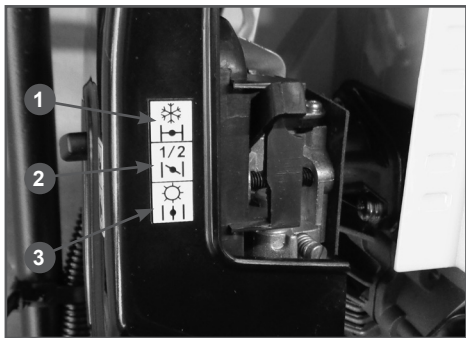

Рис. 6 Рычаг воздушной заслонки
4. Закройте воздушную заслонку. Для этого рычаг заслонки переведите в положение 1 (Рис. 6).
8. После запуска переведите двигатель в режим холостого хода. Для этого освободите фиксатор курка газа (D) быстро нажав и отпустив курок газа. Прогрейте двигатель в течение около 30 секунд (рычаг воздушной заслонки при этом находится в положении 2 (Рис. 6)), затем прогрейте двигатель в течение еще около одной минуты (рычаг воздушной заслонки находится в положении 3 (Рис. 6)).
*В зависимости от температуры окружающей среды время прогрева двигателя может меняться. Определить, что двигатель прогрелся, можно по следующим признакам: двигатель устойчиво работает на холостых оборотах при полностью открытой воздушной заслонке (рычаг воздушной заслонки находится в положении 3(Рис.6)) и, при нажатии на курок газа, двигатель резко набирает обороты без провалов.*